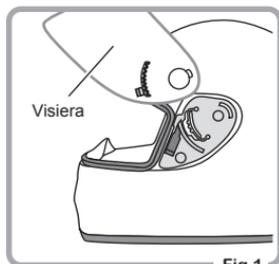
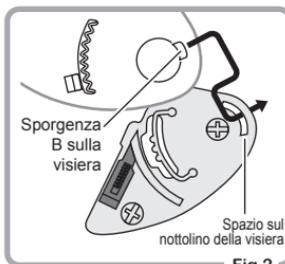
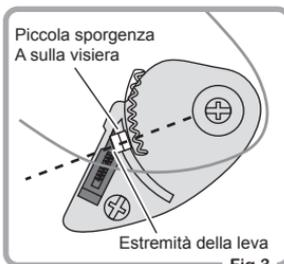

Fig.1
Fig.2
Fig.3
- ① Aprire la visiera fino al limite massimo e allineare la piccola sporgenza (A) e l'estremità della leva come indicato in Fig.1.
- ② Spingendo la leva verso il basso, estrarre la visiera nella direzione della freccia bianca, così che un lato della visiera possa staccarsi completamente. (Fig.2)
- 1) Inserire la sporgenza B nello spazio sul nollino della visiera come illustrato in Fig.1. e Fig.2. Posizionare la parte incavata della visiera sul nollino e allineare la piccola sporgenza A e l'estremità della leva come indicato in Fig.3.